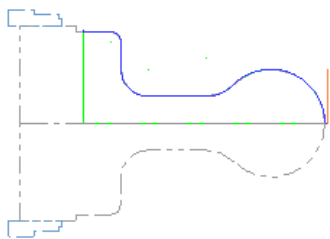
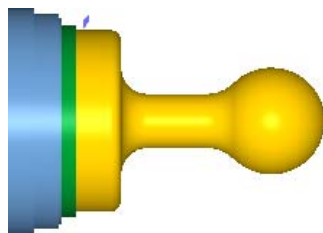

图 8.10 刀具路径
图 8.11 仿真结果
(4) 单击  按钮，系统弹出“进刀的车削参数”对话框。在  区域选中  单选项（第二个），然后单击  按钮。
Step6. 单击“车床-精车 属性”对话框中的  按钮，完成参数的设置，此时系统将自动生成图 8.10 所示的刀具路径。
(1) 在  选项卡中单击  按钮，然后单击“验证已选择的操作”按钮 ，系统弹出“Mastercam Simulator”对话框。
(2) 在“Mastercam Simulator”对话框中单击  按钮，系统将开始进行实体切削仿真，结果如图 8.11 所示，单击  按钮。